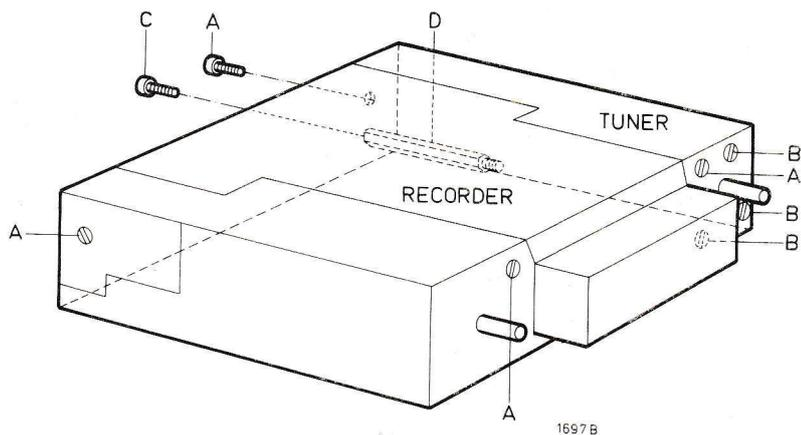

Fig. 2
### Démontage de la partie magnétophone (fig. 2)
- Enlever la vis "C" (fig. 2)